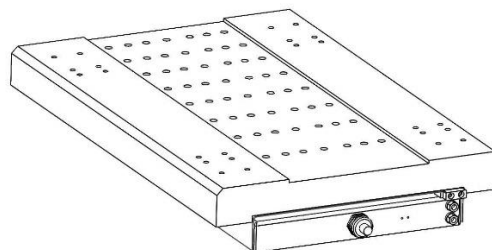

図 4.1.3.1.2 フォーサー精密水冷取付完成図
■ 組み立て手順（ステーター精密水冷）：（図4.1.3.1.3および図4.1.3.1.4参照）
- （1） 接続ベース ① の片側を作業台の作業位置に固定します。
- （2） 架台の接続台①に冷却パイプ②を差し込みます。
- （3） ステーター⑤の長さが長い場合は、ジョイント方式で冷却パイプ②を接続してください。
- （4） 冷却パイプ②をすべて取り付け終わったら、反対側の接続ベース⑥を使用して調整し、冷却パイプと固定します。
- （5） ステーター⑤を冷却パイプ②の対応する位置に置きます。
- （6） すべてのステーター⑤を固定します。複数セットのステーターの固定方法については、セクション4.1.1.2に記載されているステーターの取り付けを参照してください。